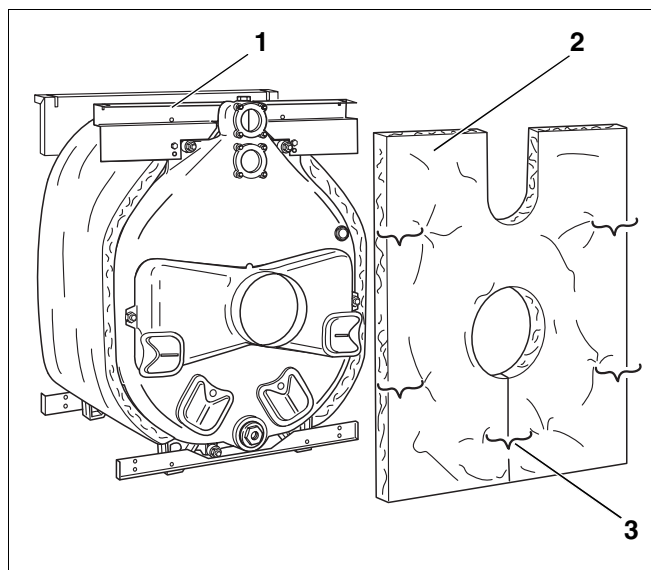

Fig. 33 Montasje – bakelementets isolasjon
- Skyv bakelementets isolasjon (fig. 33, **pos. 2**) på røykgasstussen. Innsnittet for kjelens tur- og returledning må ligge oppe.
- Heng bakelementets isolasjon på den bakre øvre traversen ved hjelp av to spennfjærer (fig. 33, **pos. 1**).
- Steng åpningen under røykgasstussen med spennfjærer (fig. 33, **pos. 3**).
- Løsne spennfjærene under røykgasstussen (se også fig. 33, side 24).